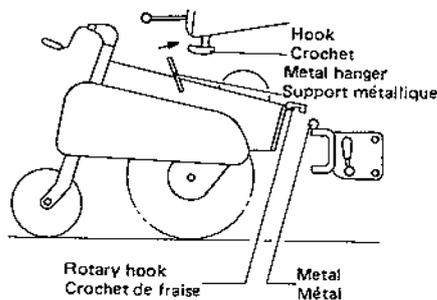

Fig. 7-2
4) Ne pas bouger la poignée et accrocher la suspension métallique de la fraise au crochet de la poignée. (Voir Fig. 7-2)